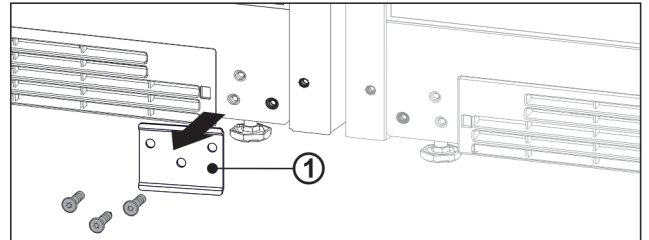

Fig. 13
- Dévisser la plaque Fig. 13 (1) le cas échéant.